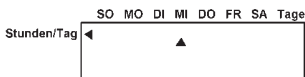

Abb.12
- 2) Drücken die Tasten bis der aktuelle Tag im Display erscheint (Abb. 12)